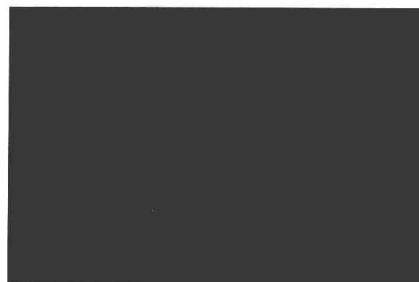

图 1-8 绘制矩形
- 2) 单击“F9”, 打开“坐标轴显示开关”, 单击上部快捷命令图标区图标 , 将萤幕视角切换到等角视角, 如图 1-8 所示。